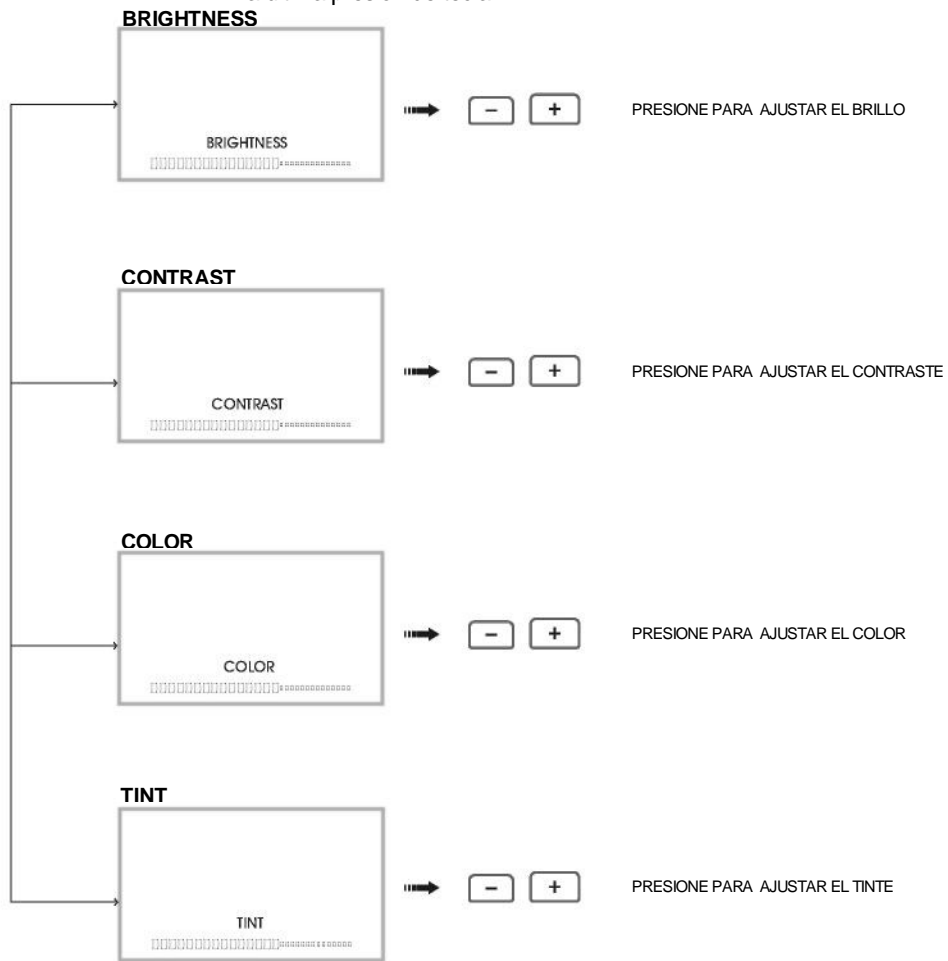

Fig.1 Control de brillo, contraste, color y tinte
- Cada vez que presione este botón durante menos de un segundo, entrará por turno al modo de ajuste de Brillo, Contraste, Color o tinte (vea Fig. 1)